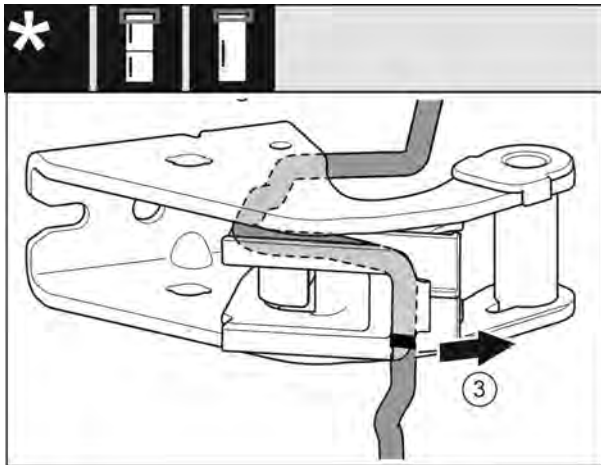

Fig. 15
- ▶ Демонтируйте кабель с держателем кабеля из опорного кронштейна. Fig. 15 (3)